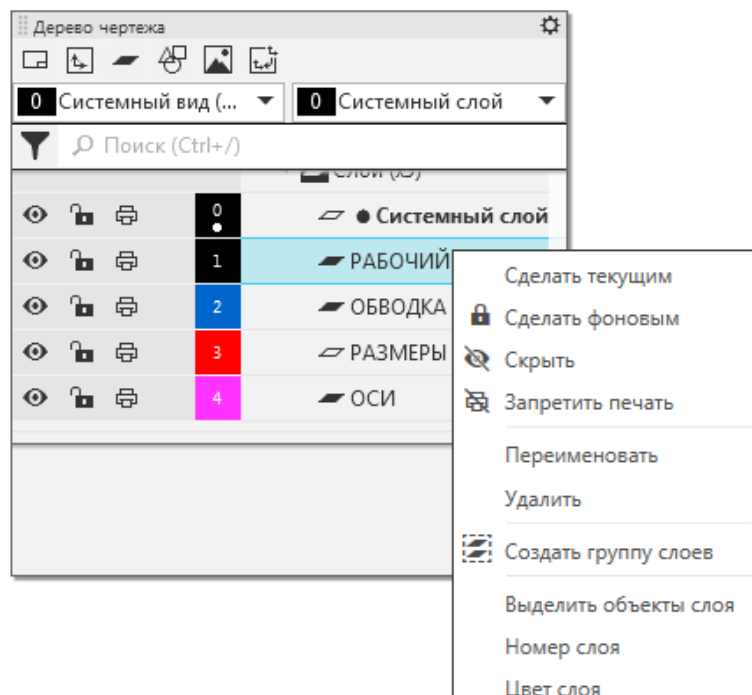

Рисунок 28
Нажатием правой кнопкой мыши на соответствующей строке открывается контекстное меню (рисунок 28), где можно: сделать слой
2.1. Сделать текущим (активным) слой **РАБОЧИЙ**. Для этого в «Дереве чертежа» выполнить щелчок на номере слоя или сделать слой текущим через контекстное меню (рисунок 28). Возле названия выбранного слоя появится точка.